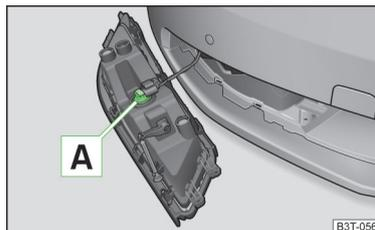

Abb. 206
- › Den Lampensockel [A] » Abb. 206 bis zum Anschlag entgegen dem Uhrzeigersinn drehen und herausziehen.